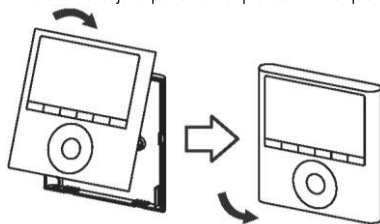

Fig 3-9
- Al colocar la caja superior evite que los cables queden atrapados. (Fig 3-9)